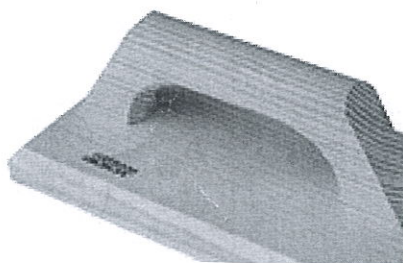

Рис. 1. Образец штукатурной деревянной терки
1. Разработать чертеж полотна штукатурной деревянной терки (рис. 1).